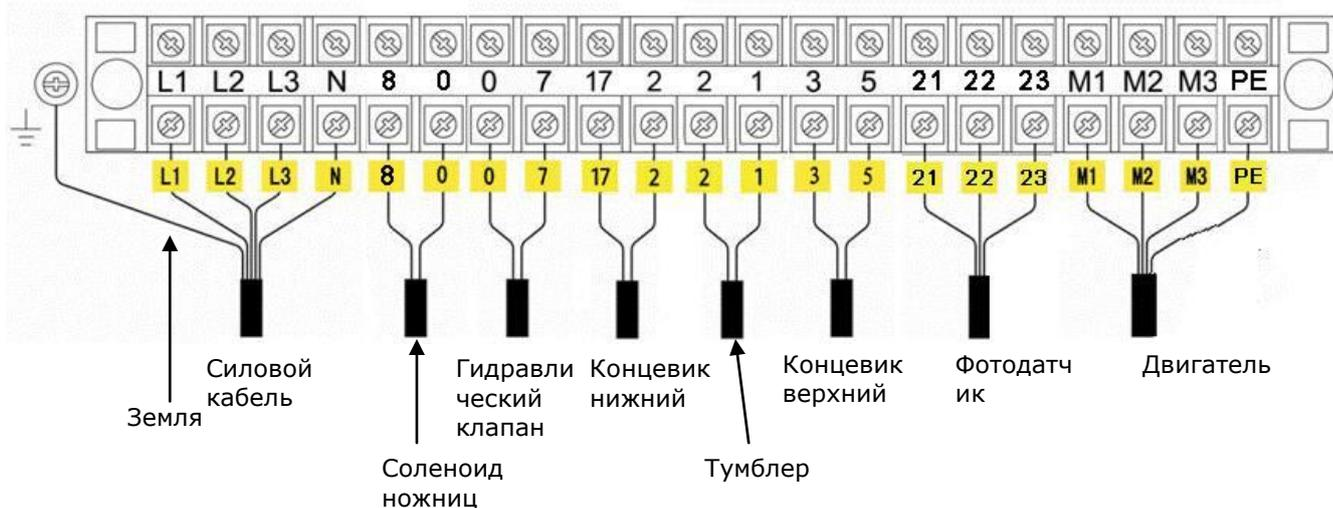

Рис. 27
- 2.1 Подключите проводку и концевик к колодке (См. рис. 27).